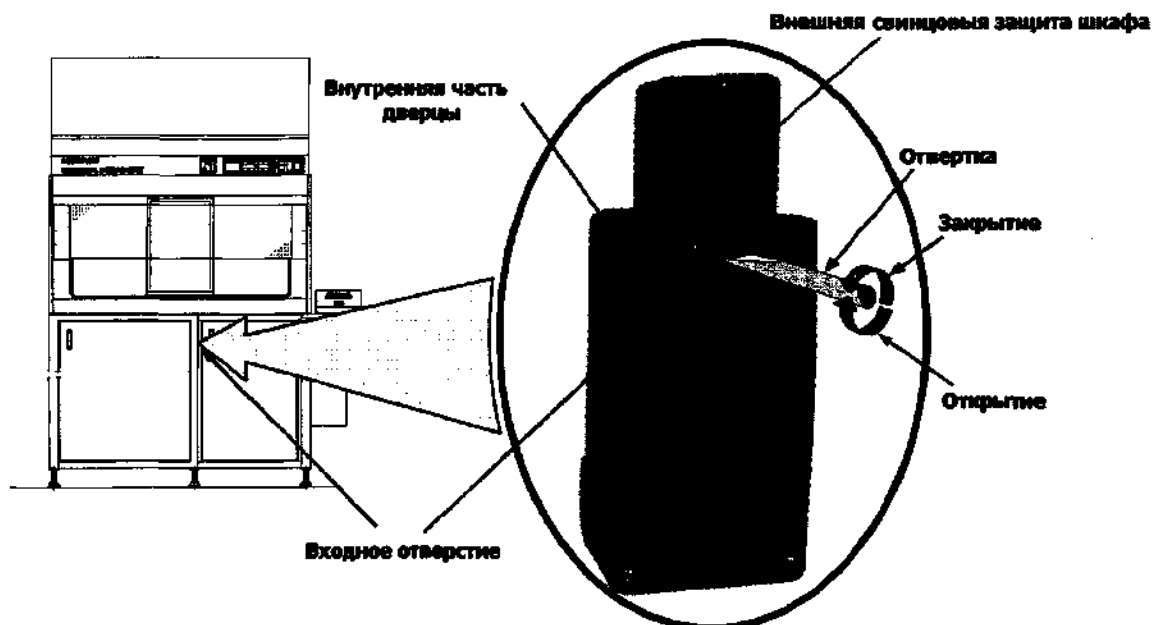

Рис.4 – Закрывание/открытие двери
- вставив отвертку в запирающий механизм через входное отверстие (см. Рис. 4), поверните ее по часовой стрелке на 180° для отпирания двери;